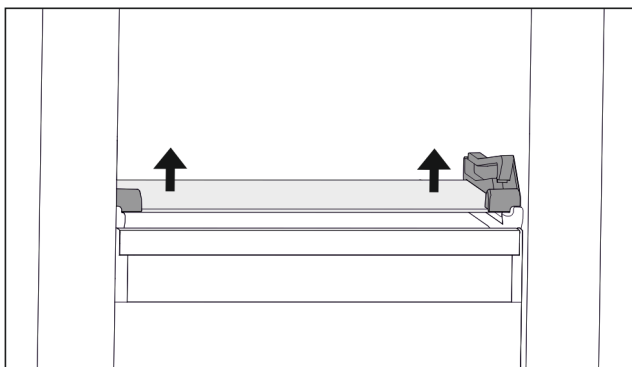

Fig. 66 Płyta szklana szuflady odchylanej
- ▶ Docisnąć płytę szklaną od dołu do góry po obu stronach. (patrz Fig. 66)